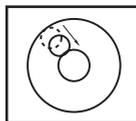

Fig.9
- Utilice las perillas niveladoras (12) para desplazar la burbuja hasta la mitad del centro (Fig. 9, a continuación).